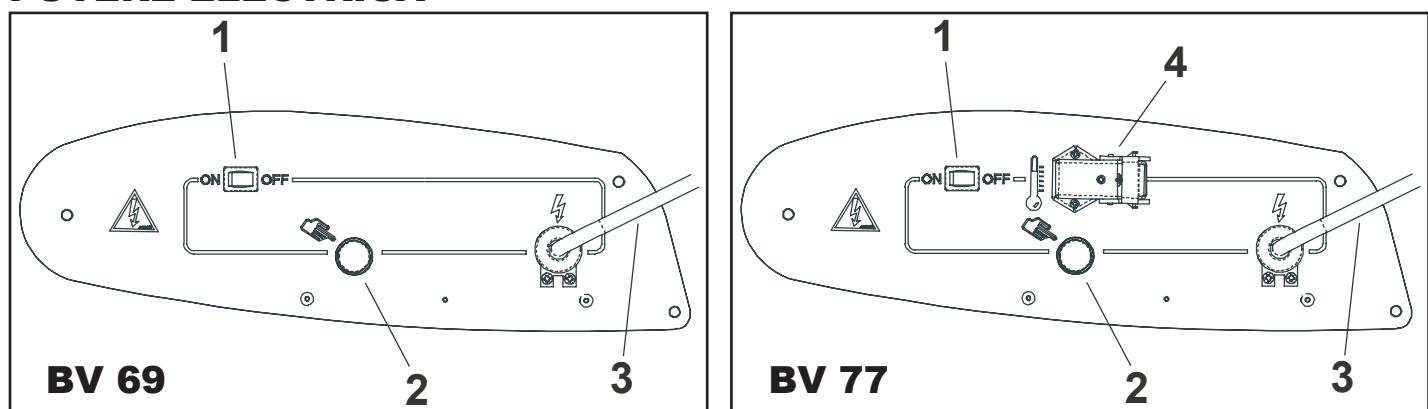

Fig. 2 (A - B)
- treceți contactorul în poziția marcată 1 (fig. 2) cu simbolul: ON, ventilatorul pornește și, după câteva secunde, începe arderea. După prima pornire și după golirea totală a circuitului de motorină, curgerea combustibilului spre duză poate fi întârziată, ceea ce va determina semnalizarea aparaturii de control a flăcării, care va decupla încălzitorul. În acest caz, după aproximativ un minut, utilajul va fi recuplat manual, prin apăsarea butonului de pornire manuală 2 (fig. 2). Primele operații ce se vor executa în cazul în care utilajul nu poate fi pornit:
2. Apăsați butonul de cuplare manuală 2 (fig. 2);
Pentru a opri funcționarea utilajului trebuie acționat butonul care va fi trecut 1 (fig. 2) în poziția „off”. Flacăra se stinge, dar ventilatorul va continua să funcționeze până la răcirea completă a camerei de ardere.
Încălzitorul este dotat cu aparatură electronică de control a flăcării. Dacă are loc confirmarea unei deficiențe de funcționare, sau a mai multora, această aparatură va bloca utilajul, situație în care se aprinde indicatorul butonului de cuplare manuală 2 (fig. 2).